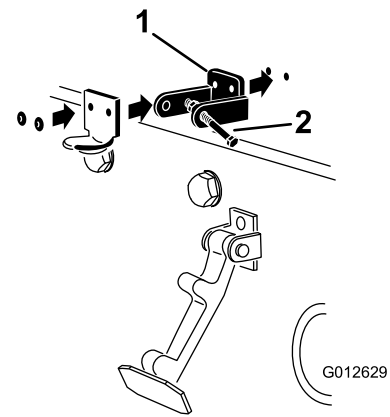

Figura 8
3. Ao alinhar os furos de montagem, posicione o suporte do trinco CE e o suporte do trinco do capot no capot. O suporte do trinco tem de estar contra o capot (Figura 8). Não retire o parafuso e porca do braço do suporte do trinco.
5. Aplique rebites nos suportes e nas anilhas ao capot (Figura 8).